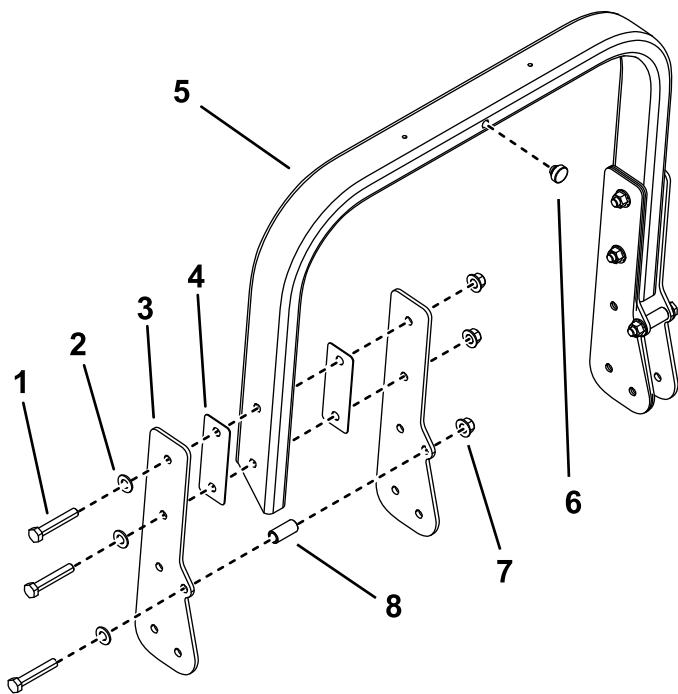

Figure 10
1. Fixez 2 plaques latérales de chaque côté de l'arceau de sécurité à l'aide de 3 boulons (1/2 x 3 po), 2 rondelles plates, 3 rondelles, 1 rondelle cylindrique et 3 contre-écrous (1/2 po) (Figure 10).
- Montez une butée au centre de l'arceau de sécurité (Figure 10).